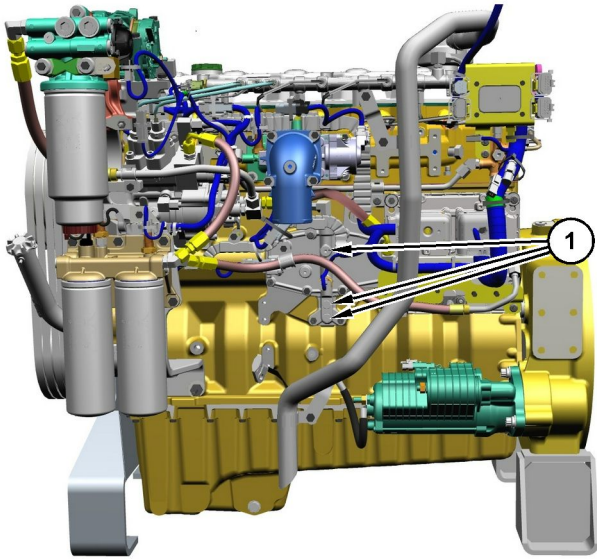

图 44 典型示例
拆下图 44 中所示的其中一个螺塞，以连接发动机机油系统。所需的连接为 9/16" x 18 tpi。确保使用正确的机油技术规格，请参阅本操作和保养手册，油液建议，了解更多信息。润滑发动机内部表面后，拆下接头并安装塞 (1)。拧紧螺塞至扭矩 60 N·m (44 lb ft)。Perkins 建议必须在至少 10° C (50° F) 的环境温度下执行该步骤。